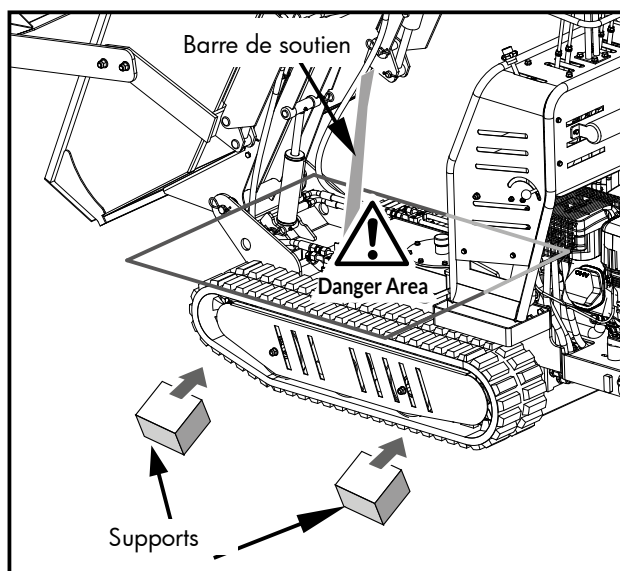

Figure 20
Remplacer les chenilles (figures 20 - 22)
2. Soulevez la machine et placez-la sur des blocs ou autres supports adaptés au poids de la machine, de sorte que les chenilles se trouvent à environ 100 mm au-dessus du sol. Voir figure 20.